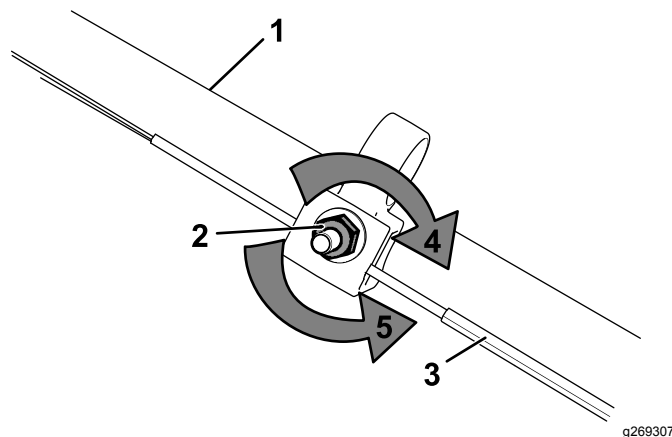

Figure 34
1. Tournez l'écrou de réglage dans le sens antihoraire pour desserrer le réglage du câble (Figure 34).
2. Ajustez la tension du câble (Figure 34) en le tirant en arrière ou en le poussant en avant puis en le maintenant à cette position.